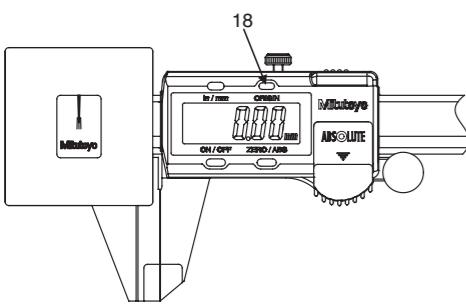

Fig.2
- スライダを送り、スライダジョウおよび本尺ジョウを合わせて、定圧装置の指針が中央指示線と合致した状態で、18.ORIGINスイッチを先の細い棒などで1秒以上押し続けて下さい。「0.00」と表示され、ORIGIN(原点)が設定されます。(Fig.2)